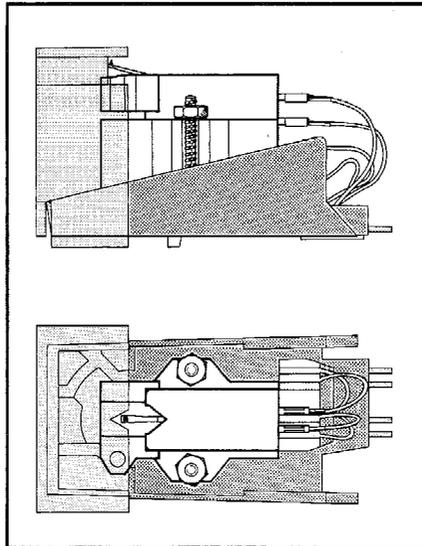

Fig. 12
1. Pour monter la cellule, retirez le porte-cellule du bras ⑤ en repoussant la poignée du bras ④ vers l'arrière. Maintenez la cellule qui tombe après ouverture du verrouillage.
2. Fixez la cellule sur le porte-cellule en utilisant les accessoires joints à la cellule. Vérifiez que la cellule est montée à l'emplacement géométrique correct dans le porte-cellule. (fig. 12).